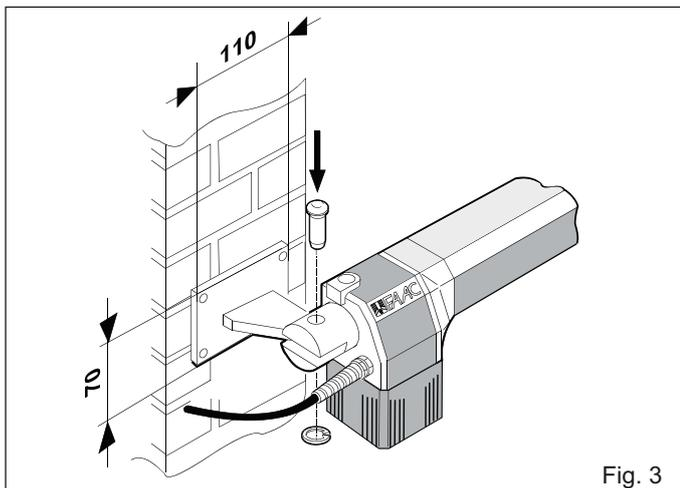

Fig. 3
2. Fixar o operador ao engate traseiro através das buchas e parafusos fornecidos com o equipamento (fig. 3).
Atenção: Os operadores fornecidos no kit possuem versão direita e esquerda. Para instalar corretamente, o operador deve ser posicionado de acordo com a fig. 3.